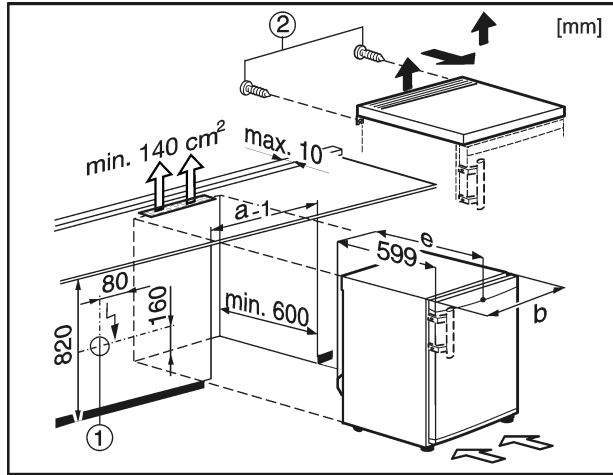

Fig. 9
A csatlakozó aljzat Fig. 9 (1) a készülék hátoldalán kívül, könnyen hozzáférhető helyen legyen.
- ▶ Vegye le a hátoldaltól a csavarokat Fig. 9 (2).